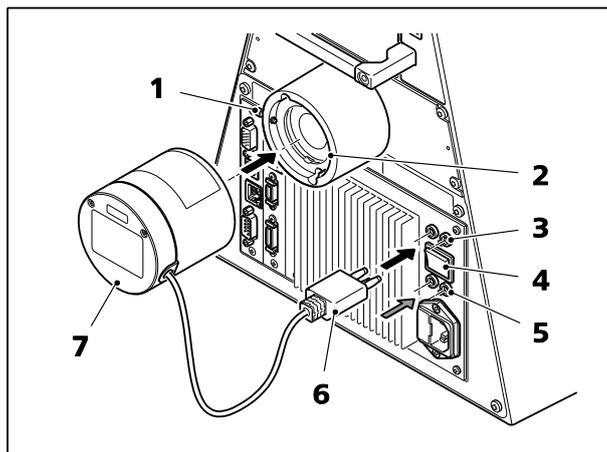

Fig. 49 Montage du dispositif d'éclairage microLED
- Desserrer la vis de serrage (Fig. 49/1) sur la prise de la lumière réfléchie (Fig. 49/2) puis retirer la lampe halogène.
- Insérer la lampe accessoire (Fig. 49/7) munie d'une bague à queue d'aronde dans la prise (Fig. 49/2) puis, à l'aide du tournevis à tête sphérique de 3 mm, la fixer à l'aide de la vis de serrage (Fig. 49/1).
- Brancher la fiche du dispositif d'éclairage à 3 broches (Fig. 49/6) sur la prise à 3 broches supérieure ou inférieure 12 V / 100 W pour la lumière transmise (Fig. 49/3) ou (Fig. 49/5) pour la lumière réfléchie située à l'arrière de l'appareil.
- Pour les positions indiquées 3 et 5, régler l'interrupteur à bascule lumière transmise/lumière réfléchie (Fig. 49/4) sur la position correspondante pour la lumière transmise (TL) ou la lumière réfléchie (RL). En cas d'utilisation d'un statif motorisé, la commutation entre la lumière réfléchie et la lumière transmise s'effectue via l'écran tactile de l'écran TFT.